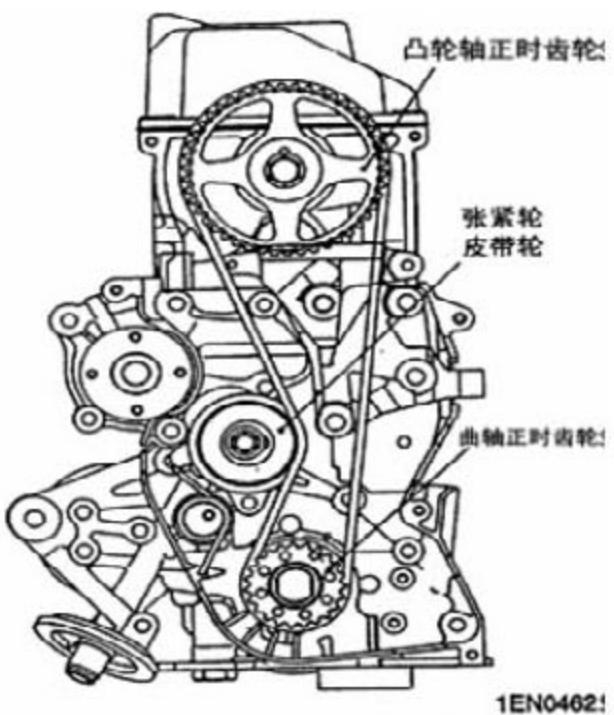

图 3-14
C).使正时皮带的涨紧侧保持涨紧，并将正时皮带依次装入曲轴正时轮、凸轮轴正时轮和涨紧器皮带轮（见图 3-14）。
D).如图 3-14, 拧松涨紧轮安装螺栓 $1/4\sim1/2$ 圈, 使涨紧器弹簧的张力作用到正时皮带上。